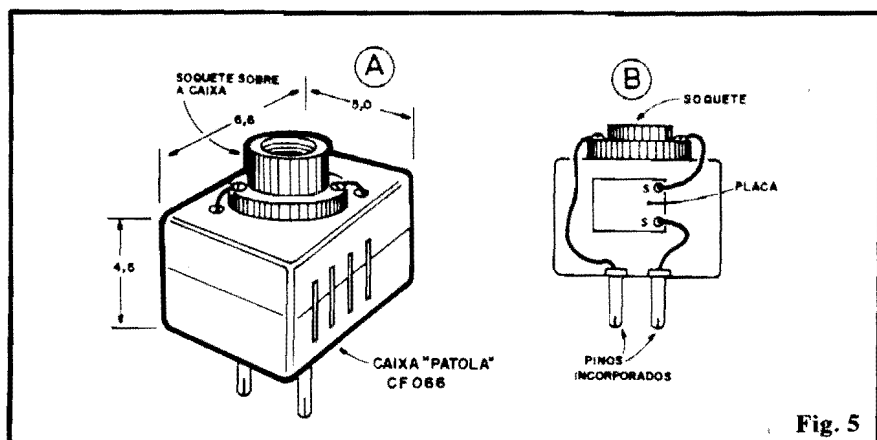

Fig. 5
- **FIG. 5** - Sugestão para o "encaixamento" do circuito. Como já mostrado e enfatizado, o circuito do FOGE fica "entre" a lâmpada controlada e a C.A. presente - por exemplo - numa tomada af da casa